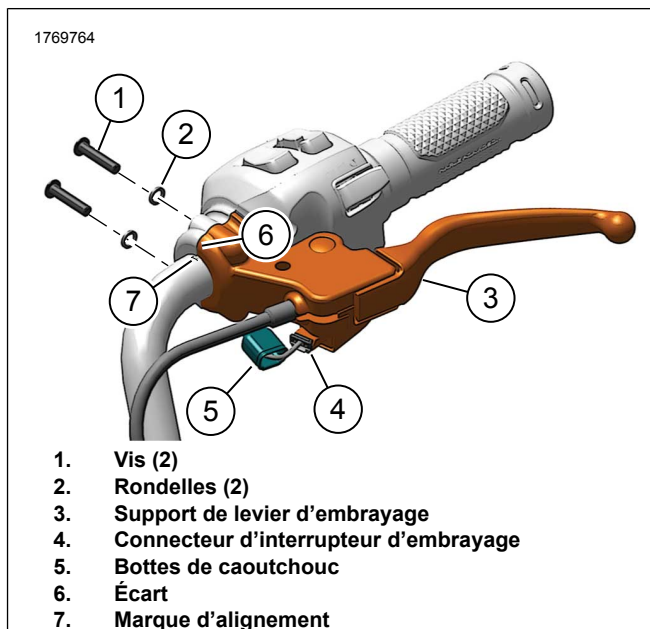

Figure 4. Support de levier d'embrayage
1. Figure 4 Retirer le support du levier d'embrayage.
- a. Faire glisser la gaine en caoutchouc (5) vers l'arrière.
- b. Débrancher le connecteur du commutateur d'embrayage (4).
- c. Enlevez les vis (1).
- d. Retirer les rondelles (2).
- e. Retirer le support du levier d'embrayage (3).
- f. Si la vis d'alignement a été retirée, installer et serrer la vis d'alignement (4).
5. Figure 4 Installer le support du levier d'embrayage.
- a. Placer le support du levier d'embrayage (3) sur le support de LHCM .
- b. Installer les vis (1) et aligner l'espace (6) avec la marque d'alignement (7).